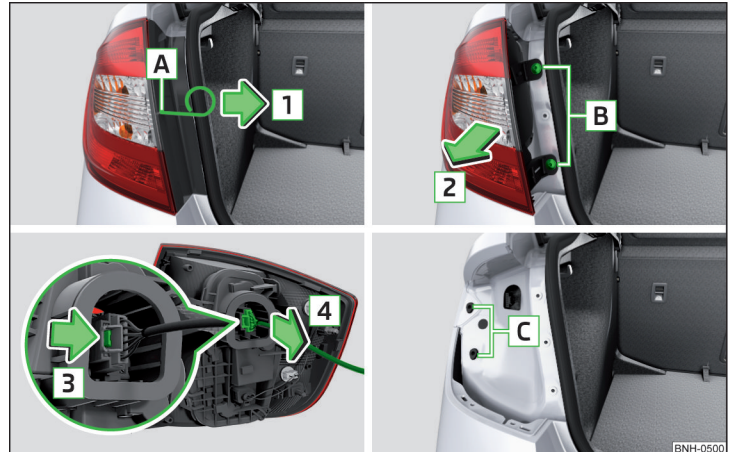
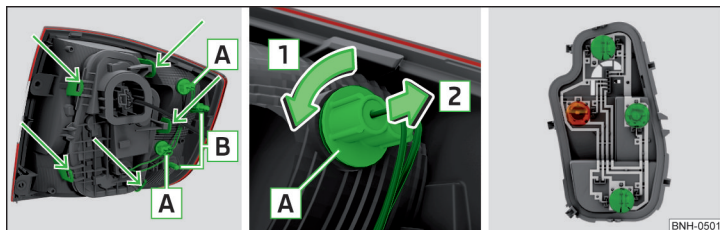

Abb. 191 Leuchte ausbauen / Stecker abziehen
Abb. 192 Äußerer Teil der Leuchte / Innerer Teil der Leuchte
- › In die Öffnung [A] » Abb. 191 den Bügel zum Abziehen der Radvollblenden einführen.
- › Die Leuchte mit den Zapfen [B] » Abb. 192 auf Seite 165 in die Aufnahmen [C] » Abb. 191 in der Karosserie einsetzen.
- › Die Fassung mit der Glühlampe **A** » Abb. 192 in Pfeilrichtung **1** drehen.
- › Den Lampenhalter in mit Pfeilen gekennzeichneten Bereichen entriegeln » Abb. 192 und den Lampenhalter aus der Leuchte herausnehmen.